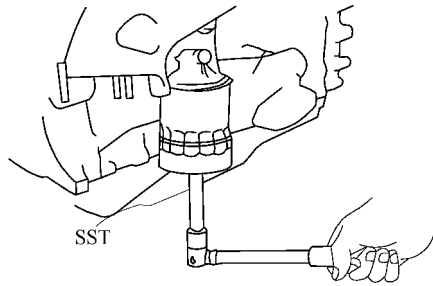

图 3-8 放出机油
(1) 排出机油。拆下机油滤清器盖，机油量油尺，放油塞并将机油排入容器中，如图 3-8 所示。
(2) 更换机油滤清器。